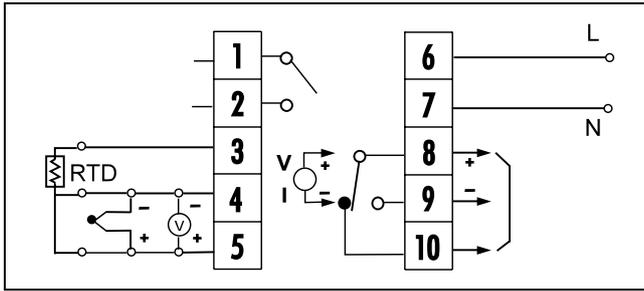

Bild 2 Anschlußplan
- Meßfühler, Regel- und Alarmausgänge gemäß Bild 2 anschließen.
(siehe Bild 2)
2. Energieversorgung gemäß Bild 2 anschließen.